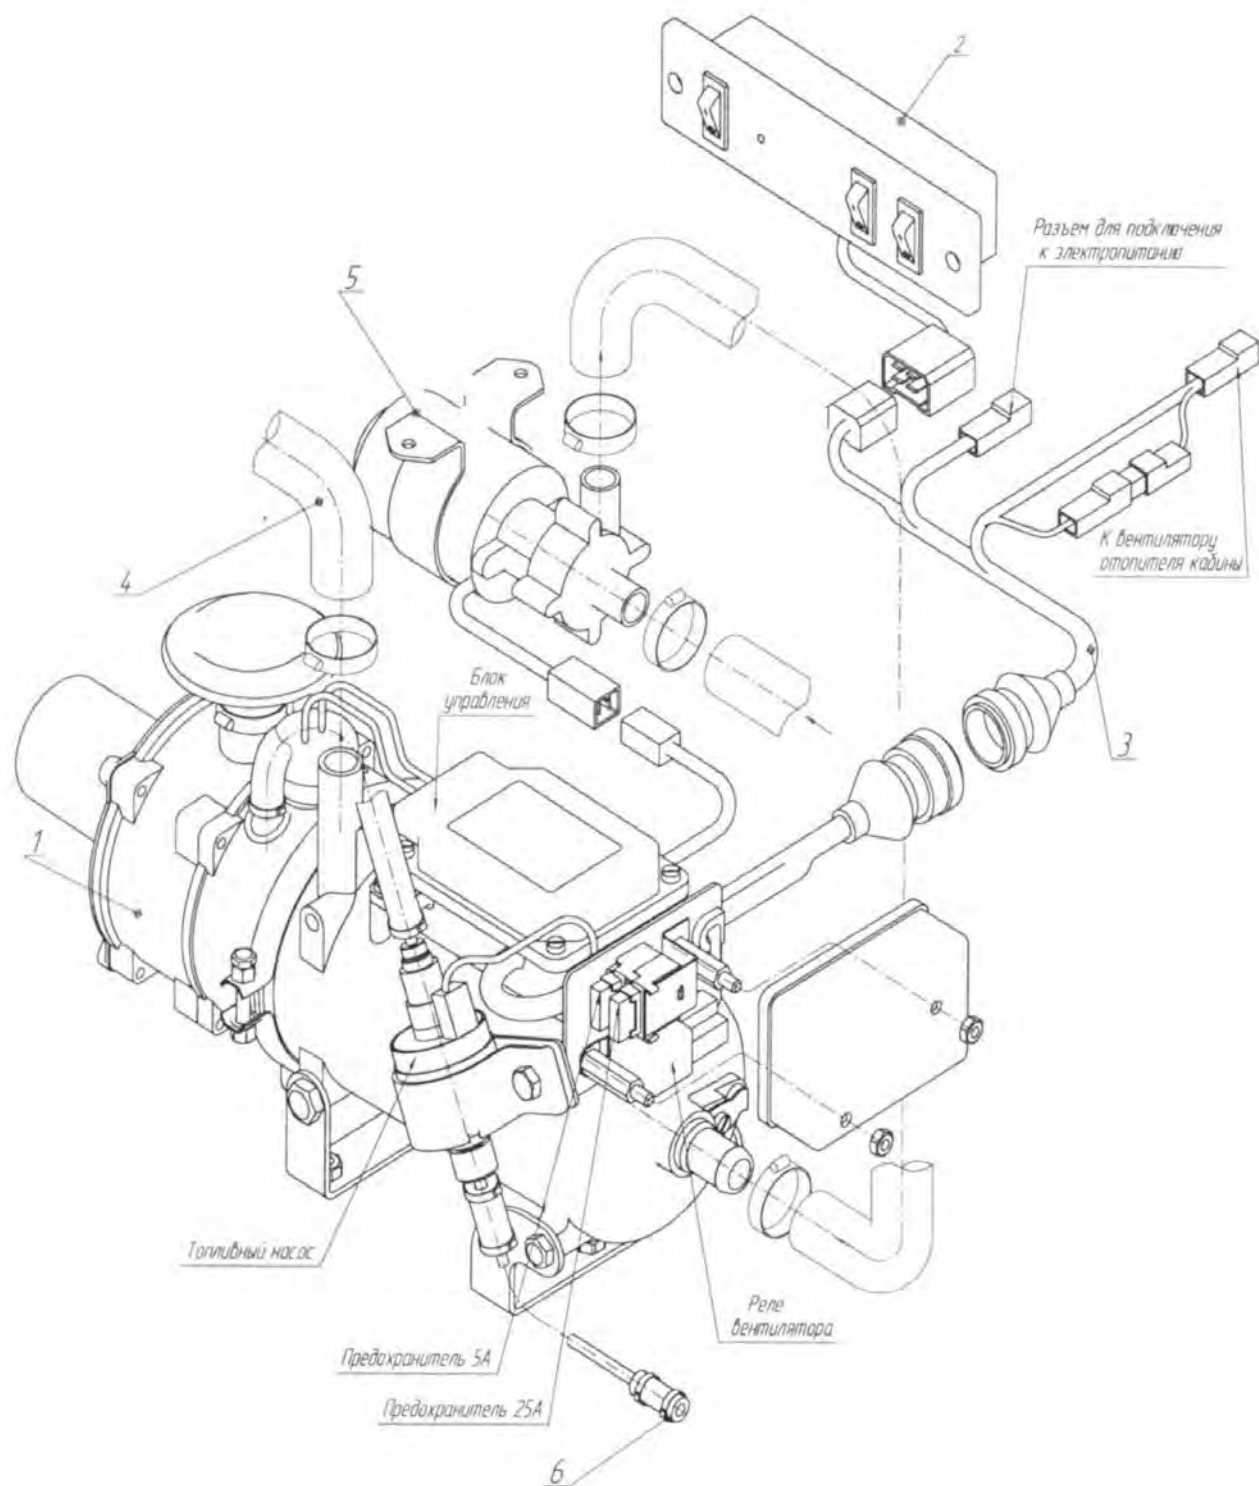

Рис. 222 Комплектация подогревателя 14ТС-10
3.4 Узлы и детали, входящие в базовую комплектацию предпускового подогревателя 14ТС-10, изображены на Рис. 222. Перечень узлов и деталей смотри в Таблица 41.